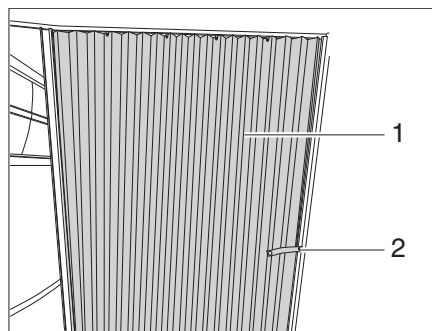

Fig. 79 Rideau pliant
- Détacher la bande de sécurité (Fig. 79,2).
- Tirer le rideau pliant (Fig. 79,1) en position de fermeture.
- Amener le rideau pliant (Fig. 79,1) dans la position d'ouverture.
- Fixer le rideau pliant avec la bande de sécurité (Fig. 79,2).